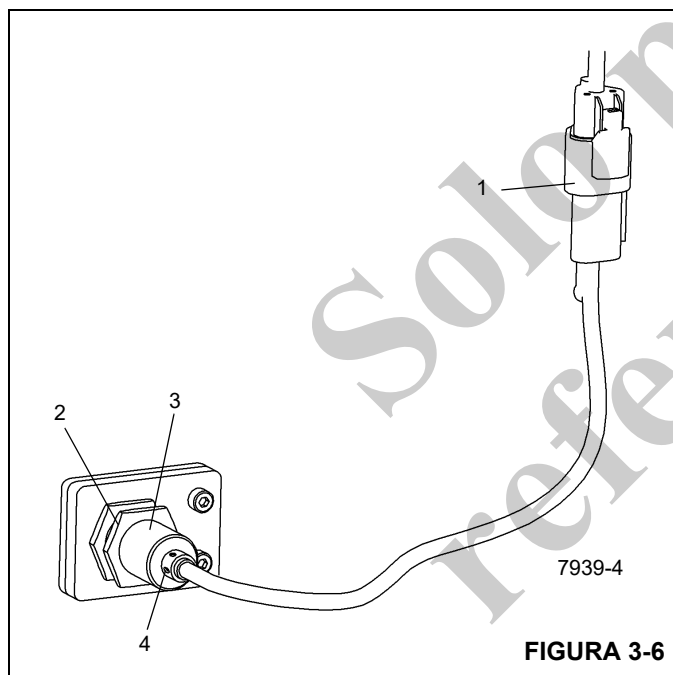

FIGURA 3-6
1. Desconecte el conector eléctrico (1, Figura 3-6) en el interruptor.
2. Afloje la contratuerca (2, Figura 3-6) que sujeta el interruptor (3) a la caja de estabilizador; retire el interruptor.
2. Enrosque el interruptor (3, Figura 3-6) en la caja de estabilizador de modo que la cara del interruptor quede embutida 1 a 2 mm en la almohadilla de desgaste.
3. Apriete la contratuerca (2, Figura 3-6) en el interruptor.
4. Conecte el conector eléctrico (1, Figura 3-6) al interruptor.
5. Con la unidad encendida y la viga del estabilizador completamente extendida, compruebe que el LED (4, Figura 3-6) del interruptor de proximidad se ilumina; retraiga la viga del estabilizador y verifique que el LED no está iluminado.